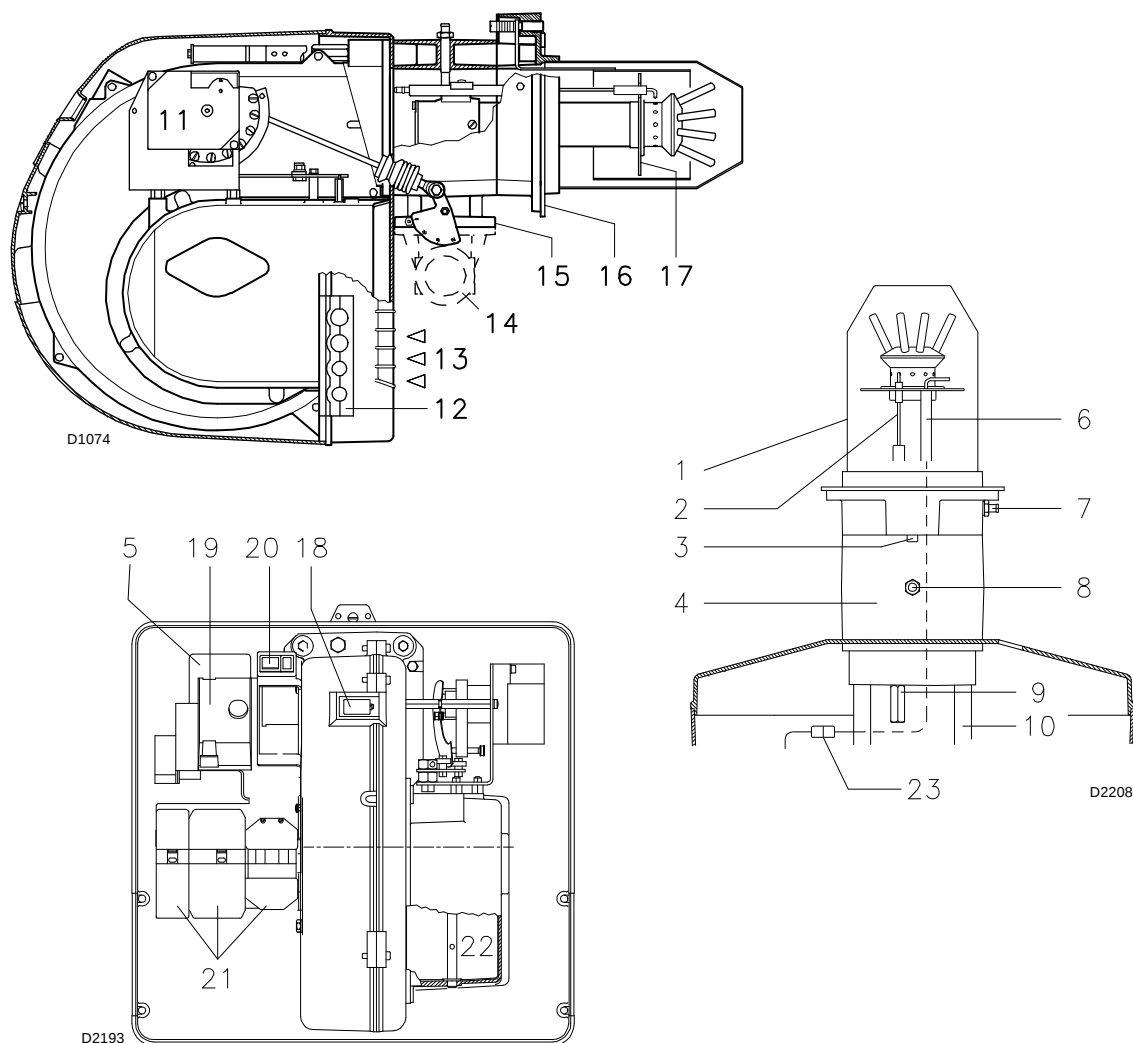

Abb. 6
- Das Aufleuchten des Druckknopfes des Steuergerätes, 19)(Abb. 6) weist auf eine Störabschaltung des Brenners hin. Zur Entriegelung die Taste drücken.